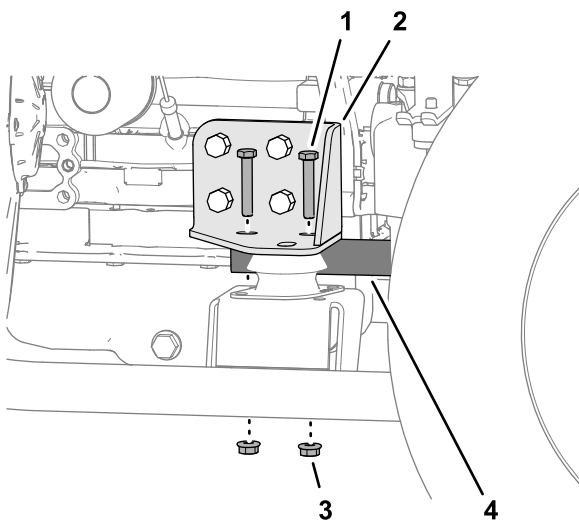

Figura 91
6. Îndepărtați cele 2 uruburi și 2 piulițe care fixează tubul anti-rotire pe suportul dreapta al motorului (Figura 91).